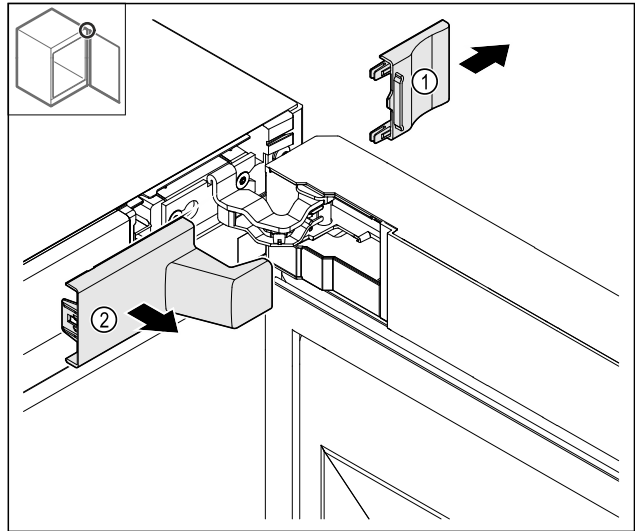

Fig. 14
- ▶ Отстранете капака Fig. 14 (1) и след това Fig. 14 (2).